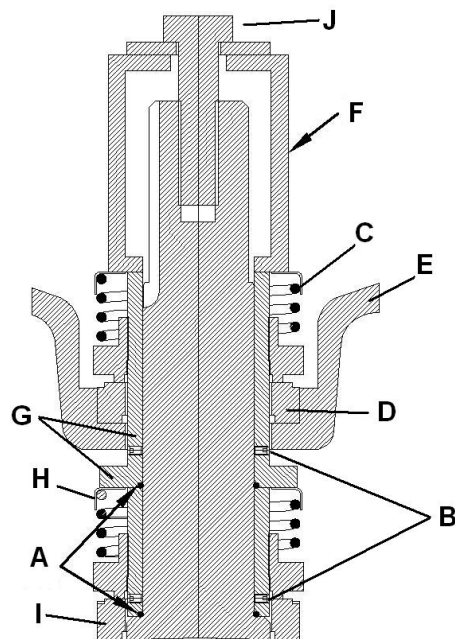

Figura 12 – Esquema de Troca do Selo
A seguir com base na Figura 12, e com o uso do dispositivo (F), colocado sobre o eixo do motor, aperta-se o parafuso (J) de modo que ele de encosto nas buchas (G), comprimindo o oring (A). Quando as buchas estiverem apertadas, travam-se os parafusos Tellep (B), de modo que as buchas não consigam mais se movimentar sobre o eixo. Solta-se então o parafuso (J) e retira-se o dispositivo (F). A seguir é colocado o acoplamento (E) e fixado por quatro parafusos. Coloca-se então a estacionária do selo superior (D). De